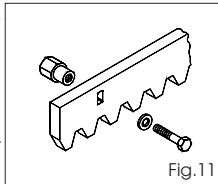

Fig.11
5.4.1. Stalen tandheugel - lassen (Fig. 11)